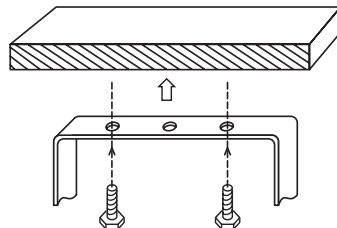

Рис. 1
- Закрепите светильник на опорной поверхности двумя винтами (Рис. 1). Установочные размеры указаны в Табл. 1.